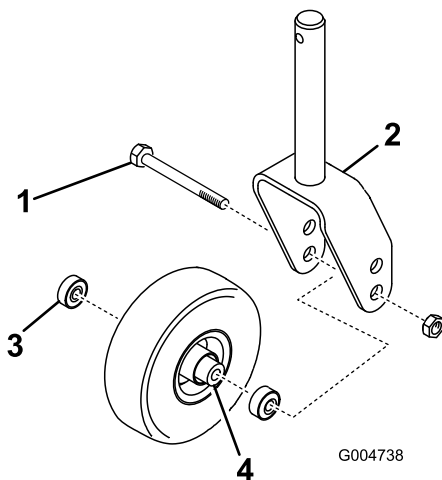

Figure 20
1. Enlevez le contre-écrou du boulon qui fixe la roue pivotante à la chape (Figure 20). Maintenez la roue pivotante et sortez le boulon de la fourche ou du bras pivotant.
2. Enlevez le roulement du moyeu de la roue et laissez tomber l'entretoise à l'extérieur (Figure 20). Enlevez le roulement de l'autre côté du moyeu.